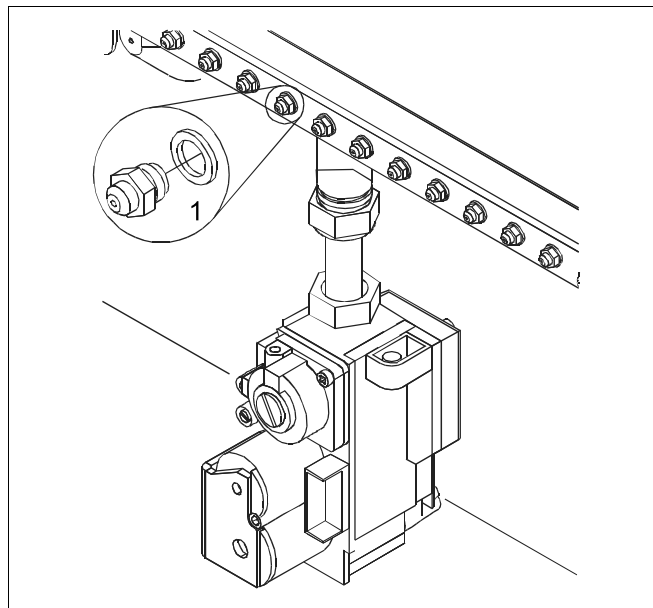

Рис. 47 Замена форсунок
- Демонтировать форсунки (рис. 47, поз. 1) горелки и установить форсунки с нужным диаметром, который соответствует новому виду газа (глава 7, стр. 43).